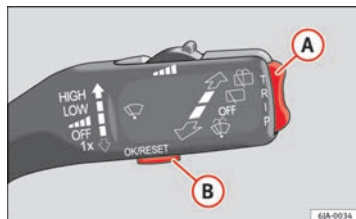

Fig. 34 Indicador multifunções: elementos de utilização
A memória selecciona-se pressionando o botão **B** ⇒ Fig. 34
O botão para mudar funções (A) ⇒ Fig. 34 e o botão para eliminar memória (B) encontram-se no manípulo do limpa-vidros.
- Pressione brevemente o botão (B) ⇒ Fig. 34.
- Pressione brevemente o botão basculante (A) ⇒ Fig. 34 para cima ou para baixo. Desta forma, visualizam-se de forma sucessiva as funções do indicador multifunções no ecrã.
- Mantenha pressionado o botão (B) ⇒ Fig. 34.
Com temperaturas abaixo de +4 °C, visualiza-se adicionalmente o símbolo de gelo (aviso de advertência de piso com gelo) e ouve-se um sinal sonoro. Ao pressionar o botão basculante (A) ⇒ Fig. 34 ⇒ Página 62 mostra-se a última função visualizada.
No visor aparece o tempo transcorrido desde a última vez que a memória foi colocada a zero. Se deseja mudar a duração da viagem a partir de um momento concreto deve eliminar a memória, pressionando o botão (B) ⇒ Fig. 34 ⇒ Página 62.
Se deseja medir o consumo médio durante um período determinado deve primeiro eliminar a memória, pressionando o botão **(B)** ⇒ Fig. 34 ⇒ Página 62. Aproximadamente, durante os primeiros 300 m de circulação, depois de eliminada a memória, o valor não aparece no ecrã.
No ecrã aparece a quilometragem percorrida desde a última colocação a zero da memória ⇒ Página 61. Se deseja mudar a duração da viagem a partir de um momento concreto deve eliminar a memória, pressionando o botão **(B)** ⇒ Fig. 34 ⇒ Página 62.
No ecrã indica-se a velocidade média em km/h calculada a partir da última colocação a zero da memória ⇒ Página 61. Se deseja medir a velocidade média durante um período determinado deve primeiro eliminar a memória, pressionando o botão **(B)** ⇒ Fig. 34 ⇒ Página 62.
- Pressionando o botão **(A)** ⇒ Fig. 34 ⇒ Página 62 seleccione **Avi-so velocidade**.